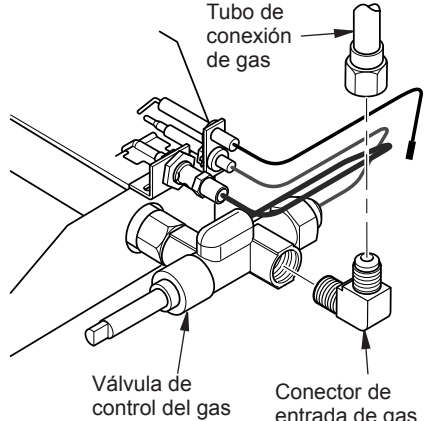

Figura 3
5. Con cuidado, dan forma al tubo de suministro de gas y adjuntar a gas accesorio de entrada, como se muestra en la Figura 3. Tenga cuidado de no causar torceduras en el tubo.